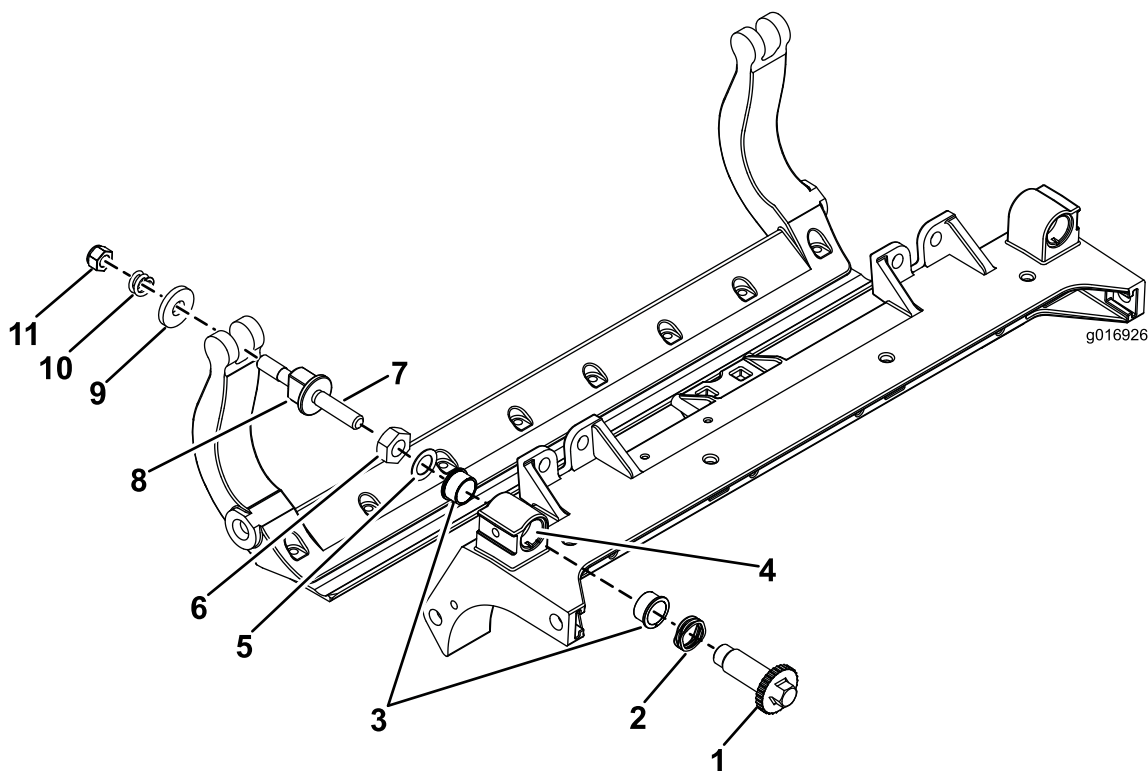

图 30
1. 拆除所有零件 (请参阅 HD DPA 套件 安装说明和 图 30)。
2. 将防啮合剂涂抹到滚刀组中心机架 (图 30) 的轴套区内侧。
3. 将凸缘轴套上的键与机架的槽对准, 然后安装轴套 (图 30)。
4. 将一个波形垫圈安装到调节器轴上, 然后调节器轴滑入滚刀组机架中的凸缘轴套内 (图 30)。
5. 使用扁平垫圈和锁紧螺母固定调节器轴 (图 30)。
12. 在两个尼龙垫圈的外侧各放一个钢垫圈 (图 30)。
注意: 内侧的垫圈可能有空隙 (图 30)。
15. 旋紧每个底刀架调节器总成上的螺母, 直到加压弹簧完全压紧, 然后往回松开 1/2 圈 (图 30)。